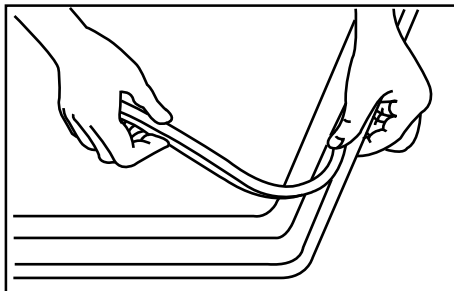

Рис. 9
- 2) Уложите по краю стеклянной верхней панели соответствующее уплотнение, следя, чтобы его концы не заходили один на другой (рис. 9).